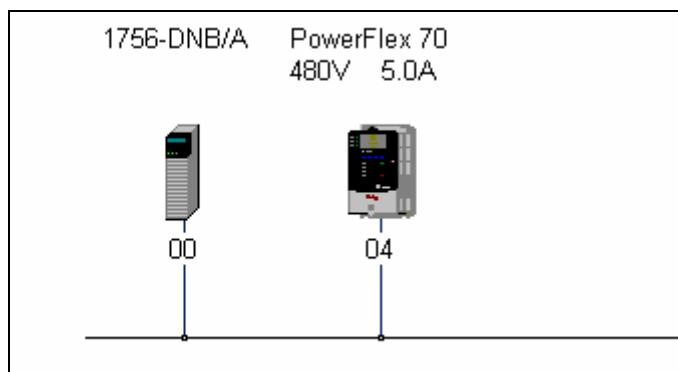

图 4-15 网络上的设备
10. 此时，RSNetWrox 开始扫描网络。RSNetWrox 将自动查找网络驱动列表下的所有设备。扫描完成后，DeviceNet 网络上设备均以图标形式显示，如图 4-15 所示。